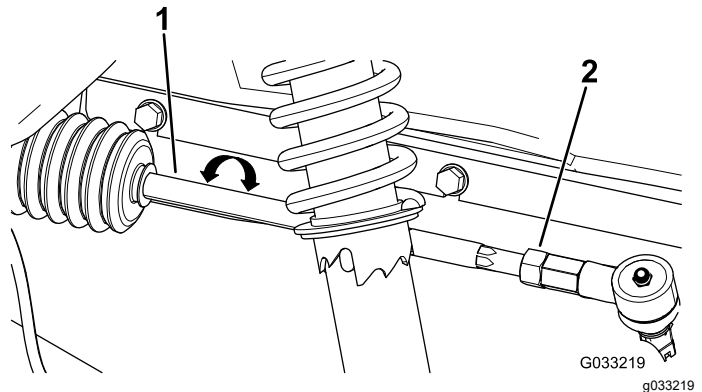

Figure 82
1. Desserrez les écrous de blocage à l'extrémité extérieure des biellettes (Figure 82).